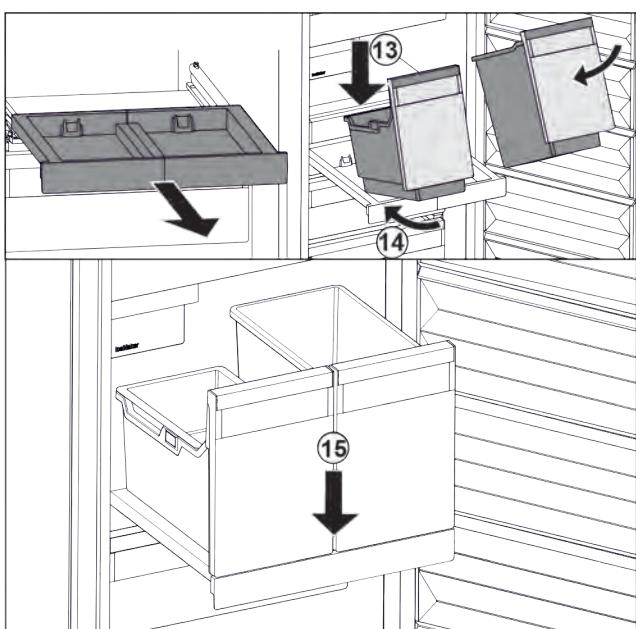

Fig. 24
- Наклоняя вниз, установите контейнеры на выдвижную панель. Fig. 24 (13)
- Вставьте контейнеры, наклоняя вниз, назад. Fig. 24 (14)
- Снимите контейнеры спереди. Fig. 24 (15)